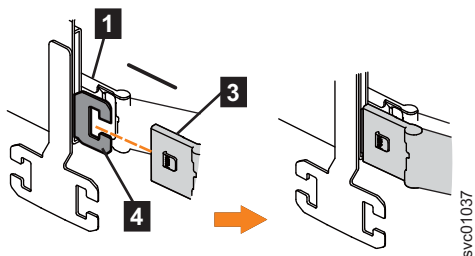

図 75. サポート・レールの外部メンバーへの上部 CMA の外部コネクタの取り付け
3. 84 ページの図 75 に示すように、上部 CMA アセンブリーの外部コネクタ (**3**) を、左側のサポート・レールの外部メンバー (**4**) に取り付けます。